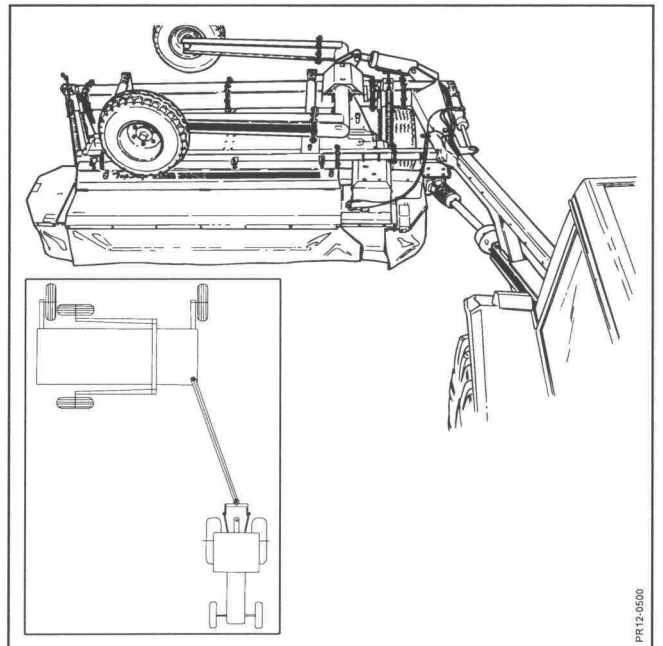

Fig. 3-12
- Fig. 3-12 10) READY IN WORKING POSITION.**